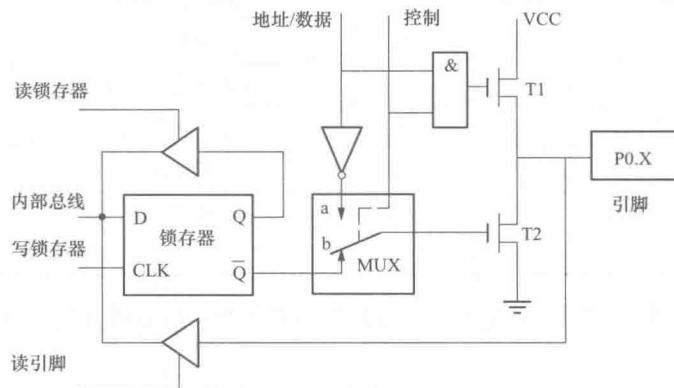

图 1-5 P0 口
1) P0 口 (见图 1-5)。由一个数据输出锁存器和两个三态数据输入缓冲器组成。